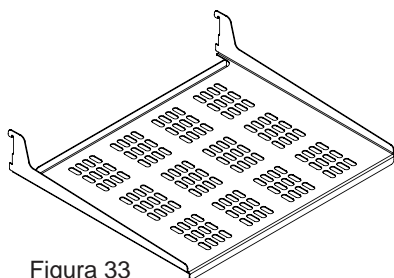

Figura 33
(2) estantes en voladizo de chapa metálica perforada (vea la Figura 33).